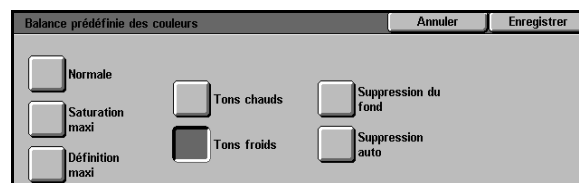

Figure 19 : Écran Balance des couleurs prédéfinie
- 1** Appuyez sur **Balance des couleurs prédéfinie** dans l'onglet Qualité image afin d'afficher l'écran de paramétrage illustré à la figure 19.